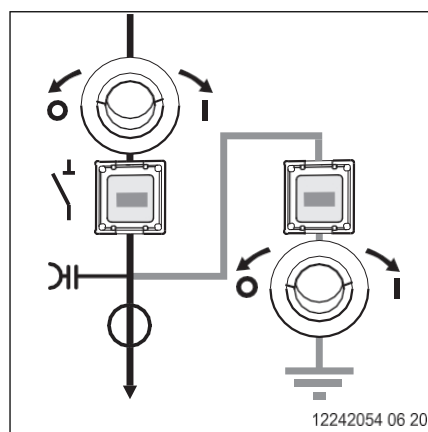

Fig. 46
**4** Poziția comutatorului cu secționatorul dezactivat și comutatorul de împământare dezactivat (Fig. 46),